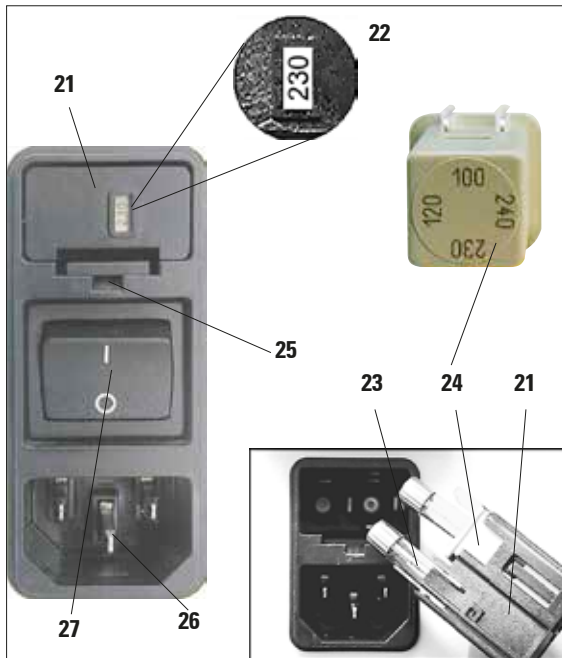

Fig. 12
Le sélecteur de tension se trouve au-dessus de l'interrupteur principal, à gauche sur le panneau arrière de l'appareil (fig. 12). La tension sélectionnée s'affiche dans la fenêtre (22).
- Insérez un petit tournevis dans l'évidement (25) et faites levier avec précaution pour soulever l'insert.
- Retirez le boîtier du sélecteur de tension (21), avec fusibles (23). Sortez le bloc (blanc) du sélecteur de tension (24) et réglez-le de sorte que la valeur correcte de la tension secteur locale s'affiche dans la fenêtre (22).